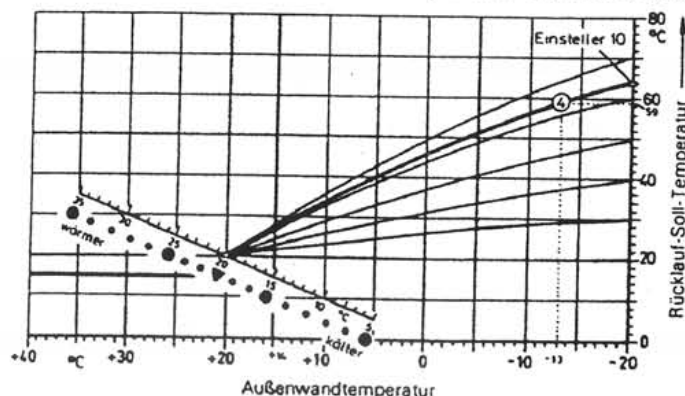

Bild 2
Der Wert ④ des Einstellers (20) wird beispielsweise wie folgt ermittelt (Bild 2): Von der Heizungsauslegung kennt man die Rücklauftemperatur von 59°C bei -13°C Außenwandtemperatur. Damit ergibt sich die dick eingezeichnete Heizkennlinie mit Einsteller (20) auf 64°C.